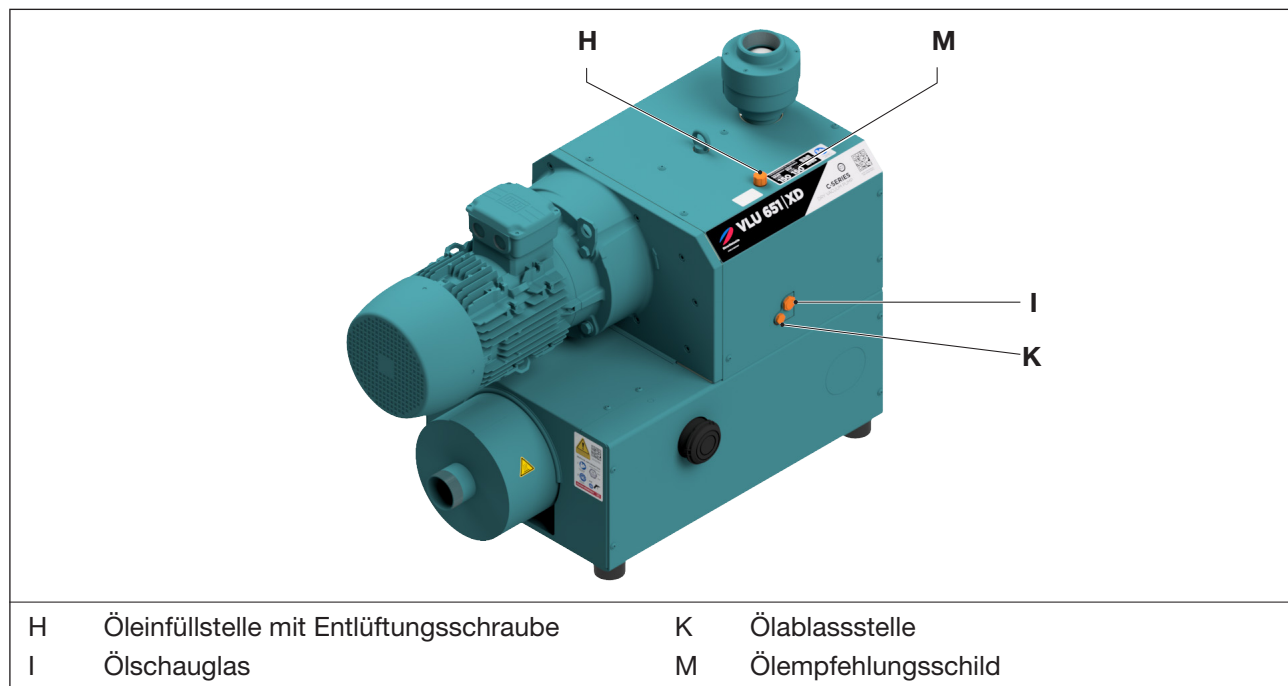

Abb. 5 Ölwechsel
Als Betriebsmittel empfehlen wir die Verwendung der Elmo Rietschle Öle, siehe Ölempfehlungsschild (Abb. 5/M) sowie Tab. 3 auf Seite 31:
Ölstand am Schauglas (Abb. 5/I) monatlich kontrollieren.
- Verschluss der Öleinfüllstelle (Abb. 5/H) öffnen und Öl bis zur Oberkante des Schauglases (Abb. 5/I) auffüllen.
- Verschluss der Öleinfüllstelle (Abb. 5/H) öffnen, Ölablassstelle (Abb. 5/K) öffnen und Altöl vollständig ablassen.
- Ölablassstelle (Abb. 5/K) verschließen und neues Öl an der Öleinfüllstelle (Abb. 5/H) einfüllen. Ölstand am Schauglas (Abb. 5/I) kontrollieren.
- Öleinfüllstelle (Abb. 5/H) schließe.